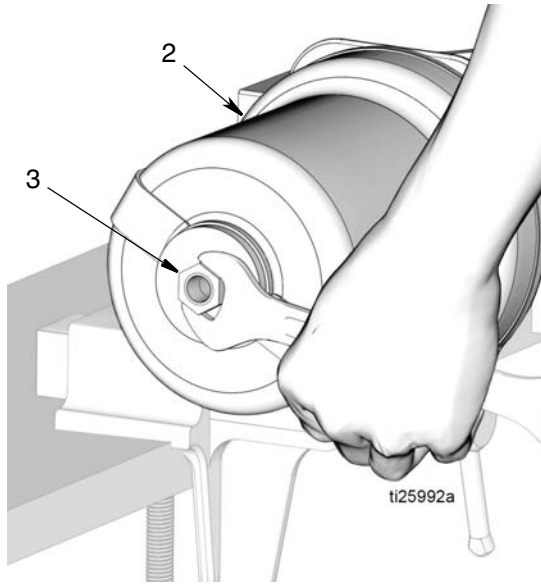

图 55
- e. 将活塞防松螺母 (3) 拧入气缸 (2) 顶部, 如图 55 所示。用扳手拧紧螺母。用 15-17 磅英尺 (20.3-23.1 N•m) 的扭力拧紧。